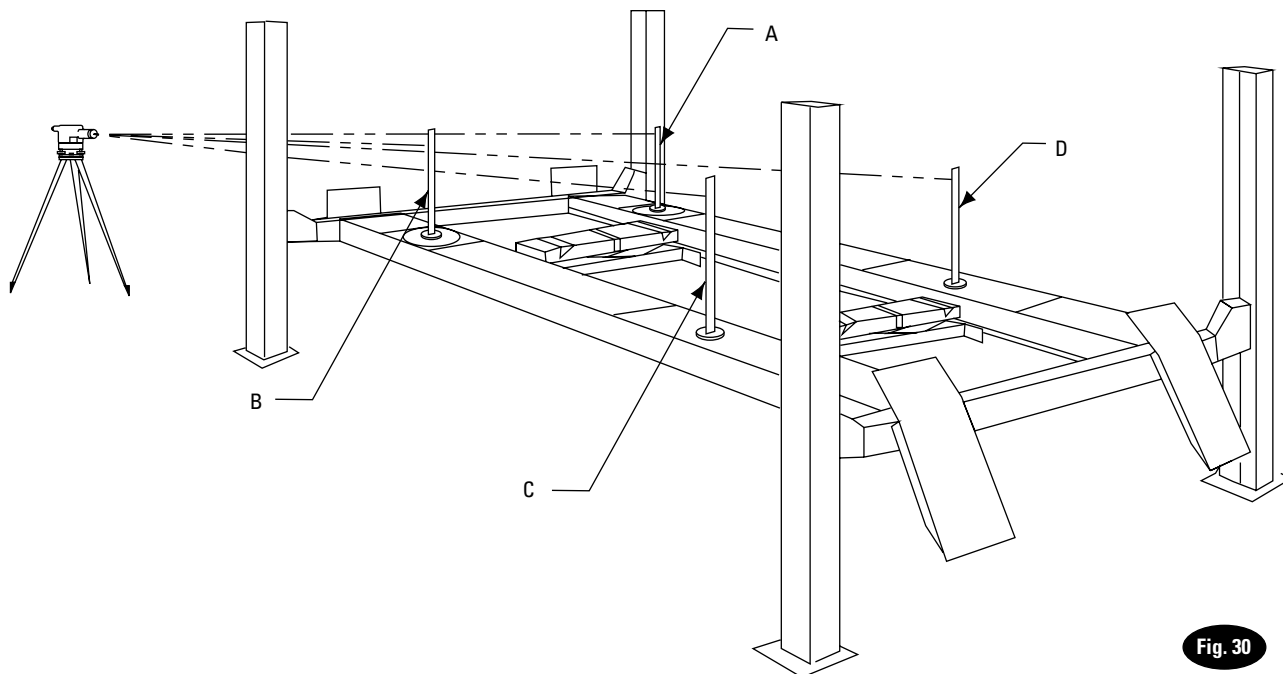

Fig. 30
E. Luego, mueva el objetivo y colóquelo sobre el calibrador del radio de giro en el punto "B", Fig. 30.
G. Ajuste la tuerca de ajuste en el perno de ajuste de la base del seguro de cierre en la cima de la columna en la posición "B", Fig. 30, aflojando la tuerca de seguridad y girando la tuerca de ajuste hasta que el cruce del Nivel se alinee a la marca de referencia en la escala objetivo.